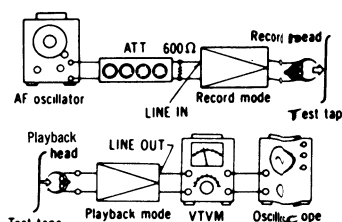
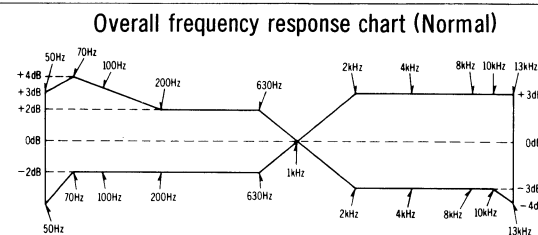
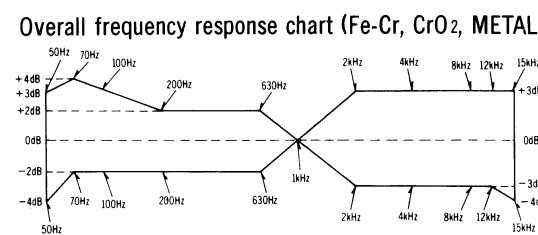

Fig. 21
Fig. 24
Fig. 25
1. Branchez les appareils comme sur la fig. 21. 2. Appliquez un signal à 1 kHz (−24dB) du générateur AF, à travers l'atténuateur, à l'entrée LINE IN. 3. Réglez l'atténuateur pour que le niveau d'écoute simultanée sur LINE OUT soit de 0,65V. 4. Faites un enregistrement avec la bande étalon. 5. Lisez la bande ainsi enregistrée, et vérifiez que la valeur lue sur le voltmètre électronique branché sur LINE OUT est bien de 0,65V. 6. Si la valeur mesurée n'est pas correct, réglez les VR suivants: Position Metal ...VR205 (L-CH), VR206 (R-CH) Position CrO₂VR207 (L-CH), VR208 (R-CH) Position Fe-Cr ...VR209 (L-CH), VR210 (R-CH) Position Normal...VR211 (L-CH), VR212 (R-CH) 7. Recommencez à partir du palier (2).
🔊 Indicateur de niveau Condition: * Position enregistrement * Commande de niveau ...MAX * Commande de niveau de sortie...MAX * Selecteur de band ...position basse Equipement: * Voltmètre électronique * Oscilloscope * Générateur AF * Atténuateur * Commutateur de contrôle ...Position Source	1. Branchez les appareils comme sur la fig. 21. 2. Placez sélecteur Brightness sur "BRIGHT" position. 3. Alimenter d'un KHz (−24dB) a la fiche "LINE IN", puis pousser le bouton d'enregistrement. 4. Régler le ATT de telle façon à ce que le niveau de sortie à la fiche "LINE OUT" devienne 0,65V (= niveau de sortie standard). 5. Réglage au "0dB". A. Régler VR103 (L-CH) et VR104 (R-CH) de telle manière à ce que le compteur métrique fluorescent marque une indication lumineuse jusqu'à "0dB" lorsque le niveau d'entrée est de 0,9dB plus haut que le niveau d'entrée standard. B. S'assurer ensuite que le compteur métrique marque une indication lumineuse jusqu'à " + 1 dB" lorsque le signal du niveau d'entrée est plus haut de 1,0dB que le niveau d'entrée standard. 6. Réglage au "−20dB". A. Régler VR101 (L-CH) et VR102 (R-CH) de telle façon à ce que le compteur fluorescent marque une indication lumineuse jusqu'à "−20dB" lorsque le signal du niveau d'entrée est de 15,1dB plus bas que le niveau d'entrée standard. B. S'assurer ensuite que le compteur fluorescent marque une indication lumineuse jusqu'à"−15dB" lorque le signal du niveau d'entrée est de 15,0dB plus bas que le niveau d'entrée standard.
📈 Courbe de réponse globale Condition: * Positions enregistrement/ lecture * Commande de niveau ...MAX * Commande de niveau de sortie...MAX Equipement: * Voltmètre électronique * Générateur AF * Atténuateur * Bande étalon vierge ...QZZCRA pour type normal ...QZZCRX pour CrO₂ ...QZZCRY pour Fe-Cr ...QZZCRZ pour Metal	Nota: Avant de mesurer et régler, vérifiez que la courbe de réponse en lecture est correct (pour la méthode de mesure, reportez-vous au paragraph considéré). 1. Branchez les appareils de mesure comme surla fig. 21. 2. Mettez la bande vierge étalon en place et placez l'appareil en position enregistrement. 3. Appliquez un signal à 1kHz du générateur AF, à travers l'atténuateur, à l'entrée LINE IN. 4. Réglez l'atténuateur pour que le niveau d'entrée soit inférieur de −20dB au niveau étalon d'enregistrement (qui est égal à 0VU). 5. A ce moment, le niveau sur LINE OUT est de 0,065V. 6. Enregistrez les fréquences de 50Hz, 100Hz, 200Hz, 1 kHz, 2kHz, 4kHz, 8kHz, 10kHz et 13kHz (15kHz pour bande Metal/ bande CrO₂/bande FeCr) à niveau constant. 7. Lisez cet enregistrement et exprimez en dB les différences entre le niveau de sortie de chaque fréquence et le niveau à 1 kHz. 8. Vérifiez que les valeurs mesurées s'inscrivent bien à l'intérieur du gabarit de courbe de réponse global. 9. Mettre le sélecteur de polarisation et de compensation en position Metal, CrO₂ et Fe-Cr. 10. Effectuez les mesures comme ci-dessus. 11. Vérifiez que les valeurs mesurées s'inscrivent bien à l'intérieur du gabarit de courbe de réponse globale avec bande au Metal, CrO₂ et Fe-Cr ci-dessous (voir fig. 25).
I Gesamt-Verstärkung Bedingung: * Aufnahme und Wiedergabe * NF-Eingangsregler...Max. * Eingangswahlschalter ...NF-Eingang * Standard-Eingangsspergel Mikrofon -72±4dB NF-Eingang -24±3dB DIN -41±3dB Meßgerät: * NF-Generator * Röhrenvoltmeter * Abschwächer * Oszillograf * Testband (Leerband) QZZCRA für Normal QZZCRX für CrO ₂ QZZCRY für Fe-Cr QZZCRZ für Metal	1. Den Meßaufbau zeigt Fig. 21. 2. Über den Abschwächer 1kHz auf den NF-Eingang zuführen. 3. Den Abschwächer so einstellen, daß das Signal auf dem Testband auftritt. 4. Dieses Signal auf Testband aufnehmen. 5. Diese Aufnahme wiedergeben und die Spannung am Röhrenvoltmeter messen. 6. Falls der gemessene Wert nicht dem Richtwert entspricht, die VR abgleichen. Metal position ...VR205 (L-CH), VR206 (R-CH) CrO₂ positionVR207 (L-CH), VR208 (R-CH) Fe-Cr position ...VR209 (L-CH), VR210 (R-CH) Normal position...VR211 (L-CH), VR212 (R-CH) 7. Ab Punkt 2 wiederholen.
- Den Meßaufbau zeigt Fig. 21. - Über den Abschwächer 1kHz aus dem NF-Generator (-24dB) dem NF-Eingang zuführen. - Den Abschwächer so einstellen, daß am NF-Ausgang 0,65V stehen. - Dieses Signal auf Testband aufnehmen. - Diese Aufnahme wiedergeben und prüfen, ob am NF-Ausgang 0,65V stehen. - Falls der gemessene Wert nicht der Toleranz liegt, die folgenden VR abgleichen. Metal position ...VR205 (L-CH), VR206 (R-CH) CrO₂ positionVR207 (L-CH), VR208 (R-CH) Fe-Cr position ...VR209 (L-CH), VR210 (R-CH) Normal position...VR211 (L-CH), VR212 (R-CH) - Ab Punkt 2 wiederholen.
① Fluoreszenzmeter Bedingung * Aufnahme * Eingangsregler...Max. * Bandwahlschalter ...Normalstellung * Ausgangsregler...Max. * Monitorschalter ...Source-Position Meßgerät: * Röhrenvoltmeter * Oszillograf * NF-Generator * Abschwächer	- Den Meßaufbau zeigt Fig. 21. - Signal vor 1kHz (-24dB) an die Line IN-Buchse eingeben und die Aufnahmetaste drücken. - ATT so abstimmen, daß der Ausgangspegel an der LINE OUT-Buchse 0,65V wird. - Justierung auf "0dB". A. VR103 (L-CH) und VR104 (R-CH) so abstimmen, daß die Fluoreszenzmeter eine beleuchtete Anzeige bis "0dB" anzeigen, wenn der Eingangssignalpegel 0,9dB über dem Standard-Eingangspegel liegt. B. Anschließend überprüfen, daß die Fluoreszenzmeter eine beleuchtete Anzeige bis "+ 1dB" anzeigen, wenn der Eingangssignalpegel 1,0dB über dem Standard-Eingangspegel liegt. - Justierung auf "-20dB". A. VR101 (L-CH) und VR102 (R-CH) so abstimmen, daß die Fluoreszenzmeter eine Leuchtanzeige bis "-20dB" anzeigen, wenn der Eingangssignalpegel 15,1dB unter dem Standard-Eingangspegel liegt. B. Anschließend überprüfen, daß die Fluoreszenzmeter eine beleuchtete Anzeige bis "-15dB" anzeigen, wenn der Eingangssignalpegel 15,0dB unter dem Standard-Eingangspegel liegt.
Ⓚ Gesamt-frequenzgang Bedingung: * Aufnahme und Wiedergabe * Eingangsregler...Max. * Ausgangsregler...Max. Meßgerät: * Röhrenvoltmeter * NF-Generator * Abschwächer * Testband (Leerband) QZZCRA für Normal QZZCRX für CrO ₂ QZZCRY für FeCr QZZCRZ für Metal	Anm.: Vor Messung und Abgleich des Gesamtfrequenzganges ist sicherzustellen, daß der Frequenzgang bei Wiedergabe korrekt ist (Vgl. entspr. Abschnitt). - Den Meßaufbau zeigt Fig. 21. - Testband einlegen. 1kHz vom NF-Generator über den Abschwächer dem NF-Eingang zuführen. - Den Abschwächer so einstellen, daß der Eingangspegel -20dB des Stand-Aufnahmepegels beträgt (Standard-Aufnahmepegel = Anzeige "0" des Pegel-Meters). - Zu diesem Zeitpunkt beträgt der Ausgangspegel 0,065V. - Bei dem gleichen Pegel sind die Frequenzen 50Hz, 100Hz, 200Hz, 1kHz, 4kHz, 8kHz, 10kHz und 13kHz (15kHz für Metal band CrO₂ band oder FeCr band) aufzunehmen. - Diese Aufnahme wiedergeben und dabei die Abweichungen der Pegel der einzelnen Frequenzen vom 1kHz-Pegel in dB bestimmen. - Prüfen, ob die Abweichungen innerhalb der in Fig. 24 angegebenen Toleranzen liegen. - Den Vormagnetisierungs- und den Entzerrungs-Wahlschalter in die Metal, CrO₂ und Fe-Cr position stellen. - Die gleichen Messungen durchführen. - Sicherstellen, daß alle Meßwerte innerhalb der in Fig. 25 dargestellten Grenzen liegen.
㊦ Overall gain Condition: * Record/playback mode * Input level control ... MAX * Output level control ... MAX * Standard input level; - MIC −72 ± 4 dB - LINE IN ... −24 ± 3 dB - DIN −41 ± 3 dB	- Test equipment connection is shown in fig. 21. - Supply 1 kHz signal (−24 dB) from AF oscillator, through ATT, to LINE IN. - Adjust ATT until monitor level at LINE OUT becomes 0.65 V. - Using test tape, make recording. - Playback recorded tape, and make sure the value at LINE OUT on VTVM becomes 0.65 V.
Fluorescent meter Condition: * Record mode * Input level control ... MAX * Output level control ... MAX * Tape selectors ... Normal position * Monitor switch ... Source position Equipment: * VTVM * AF oscillator * ATT	1. Test equipment connection is shown in fig. 21. 2. Set the meter brightness control to "BRIGHT" position. 3. Supply 1kHz signal (-24 dB) to the LINE IN jack, then press the record button. 4. Adjust the ATT so that the output level at LINE OUT jack becomes 0.65 V (= standard input level). 5. Adjustment at "0 dB": A. Adjust VR103 (L-CH) and VR104 (R-CH) so that the Fluorescent meters show an illuminated indication up to "0 dB" when the input signal level is 0.9 dB higher than the standard input level. B. Then confirm that the Fluorescent meters show an illuminated indication up to "+1 dB" when the input signal level is 1 dB higher than the standard input level. 6. Adjustment at "-20 dB": A. Adjust VR101 (L-CH) and VR102 (R-CH) so that the Fluorescent meters show an illuminated indication up to "-20 dB" when the input signal level is 15.1 dB lower than the standard input level. B. Then confirm that the Fluorescent meters show an illuminated indication up to "-15 dB" when the input signal level is 15 dB lower than the standard input level.
Overall frequency response Condition: * Record/playback mode * Input level control ... MAX * Output level control ... MAX Equipment: * VTVM * AF oscillator * ATT * Test tape (reference blank tape) ... QZZCRA for Normal ... QZZCRX for CrO ₂ ... QZZCRY for Fe-Cr ... QZZCRZ for Metal	Note: Before measuring, and adjusting, make sure of the playback frequency response (For the method of measurement, please refer to the playback frequency response). 1. Test equipment connection is shown in fig. 21. 2. Load reference blank test tape and place UNIT into record mode. 3. Supply 1kHz signal from AF oscillator through ATT to LINE IN. 4. Adjust ATT so that input level is -20 dB below standard recording level (standard recording level = 0 VU). 5. At this time, LINE OUT level the indicates 0.065 V. 6. Record each frequency 50 Hz, 100 Hz, 200 Hz, 1 kHz, 2 kHz, 4 kHz, 8 kHz, 10 kHz and 13 kHz (15 kHz for Metal tape, CrO ₂ tape or Fe-Cr tape) at the same level. 7. Playback and express in dB the difference between playback output level of each frequency based on playback output level of 1 kHz. 8. Make sure that the measured value is within the range specified in the overall frequency response chart. 9. Set the bias selector to CrO ₂ , Fe-Cr or Metal position. 10. Measure as same as manner above. 11. Make sure that the measured value is within the range specified in the overall frequency response chart for CrO ₂ , Fe-Cr or Metal tape shown in fig. 25.